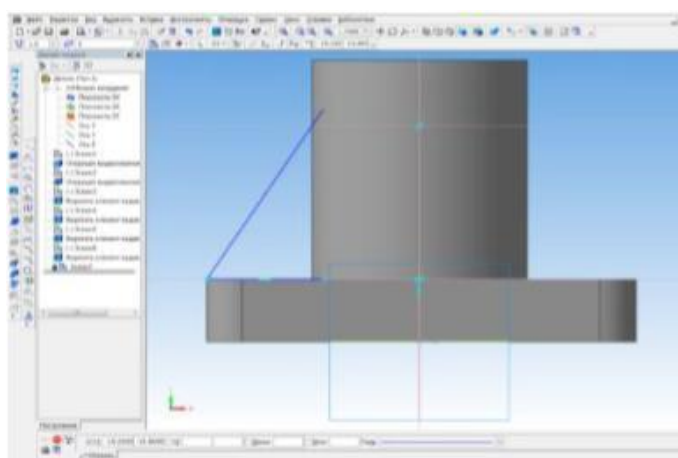

Рис. 12. Создание объекта
15. Выбрать команду **РЕДАКТИРОВАНИЕ ДЕТАЛИ – ВЫРЕЗАТЬ ВЫДАВЛИВАНИЕМ**. В панели свойств выбрать – **ЧЕРЕЗ ВСЕ**. Зафиксировать команду – **Создать объект** (рис. 12).